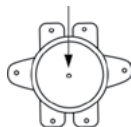

Рис. 9
- нажать до щелчка кнопку, расположенную по центру термовыключателя, который находится рядом с ТЭНом (имеет круглую форму), рис. 9;